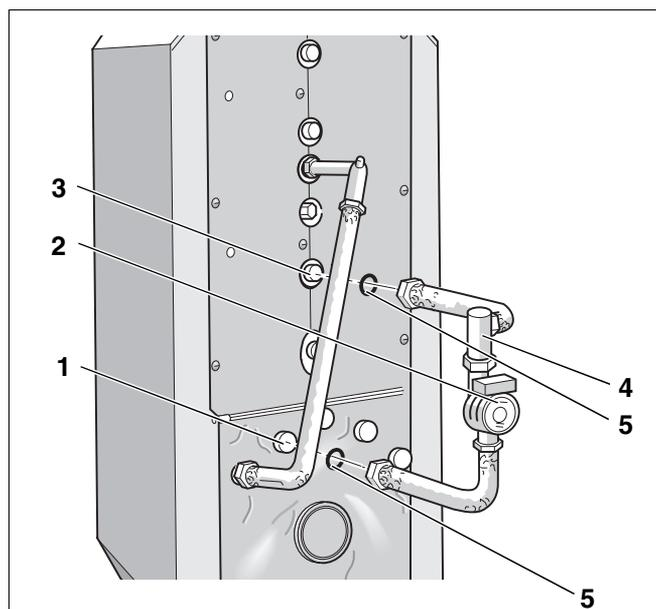

Abb. 24 Kessel-Speicher-Verbindungsleitung bei Heizkessel am Anschluss VK und RS montieren
- Dichtungen (Abb. 24, **Pos. 5**) in die Anschlüsse der Kessel-Speicher-Verbindungsleitung (Abb. 24, **Pos. 2**) einlegen.
- Kessel-Speicher-Verbindungsleitung (Abb. 24, **Pos. 2**) mit seinem Eckrückschlagventil (Abb. 24, **Pos. 4**) am Rücklaufanschluss des Speicher-Wassererwärmers (Abb. 24, **Pos. 3**) montieren.
- Kessel-Speicher-Verbindungsleitung (Abb. 24, **Pos. 2**) am Vorlaufanschluss des Heizkessels (Abb. 24, **Pos. 1**) montieren.